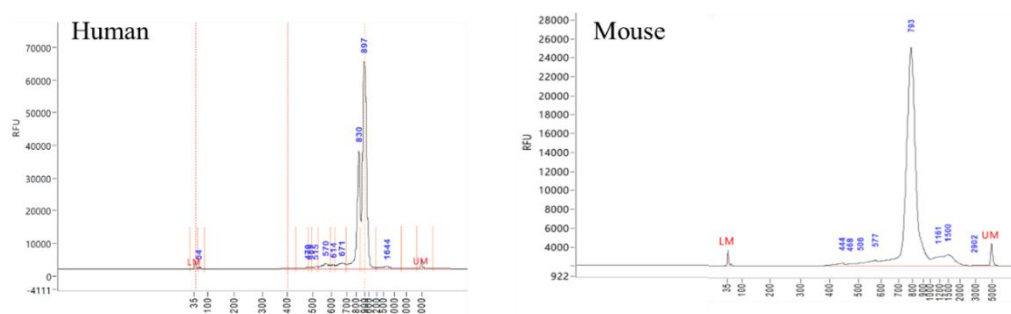

图 8 全长 BCR 第三轮富集产物质检图
- 3) 质检结果请参照图 8, 显示一条特异条带, 在人源特异条带在 900 bp 左右, 鼠源特异条带在 800bp 左右。